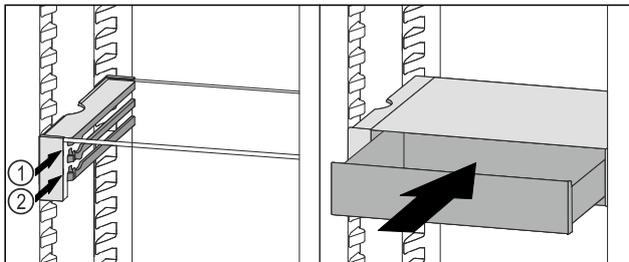

Fig. 142
- ▶ VarioSafe-Schubfach hinter den Stopperrn auf gewünschter Rippe Fig. 142 (1) oder Fig. 142 (2) aufsetzen.